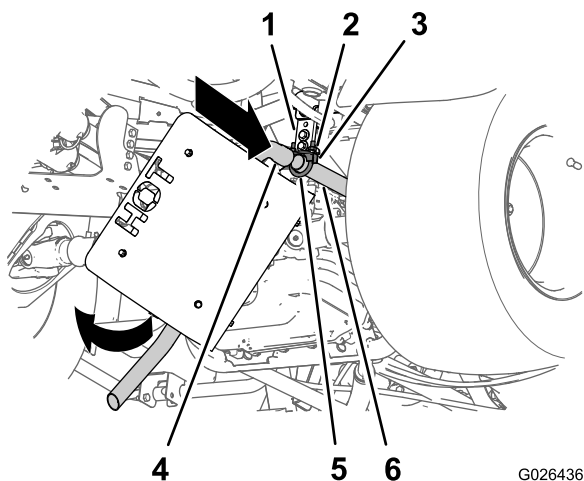
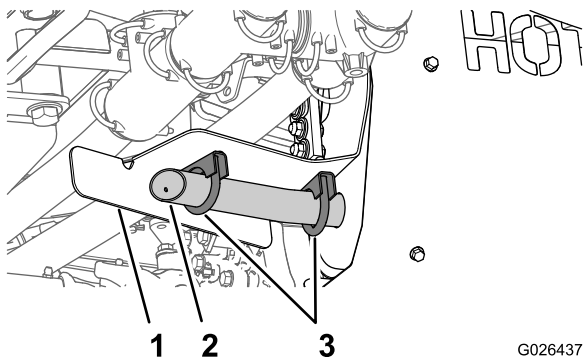

图13
图14
1. 将消声器的进气管与排气管的开口端对齐（图13）。
3. 向上旋转消声器，直至消声器的尾管与尾管支架对齐（图13 和 图14）。
4. 使用 2 个消声器夹（31.75mm）将尾管安装到尾管支架上，如 图14 所示。
5. 在排气管和消声器进气管（图13）、尾管和尾管夹（图14）和消声器支架和药缸支撑管（图12）上，上紧消声器夹的螺母扭矩至 19.78~25.42Nm。